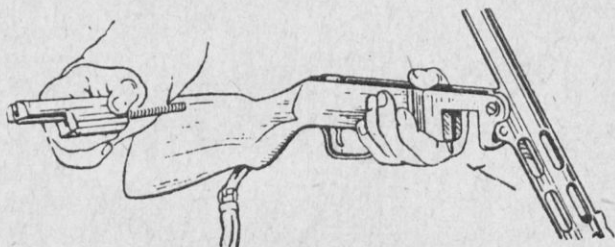

Рис. 33. Как вынуть затвор
3. Отделить затвор с возвратно-боевой пружиной, направляющим стержнем и амортизатором. Удерживая автомат левой рукой впереди спусковой скобы, правой рукой за рукоятку отвести затвор назад и, поднимая переднюю часть затвора вверх, отвести его вправо, после чего вынуть затвор вместе с возвратно-боевой пружиной, направляющим стержнем и амортизатором из затворной коробки (рис. 33).